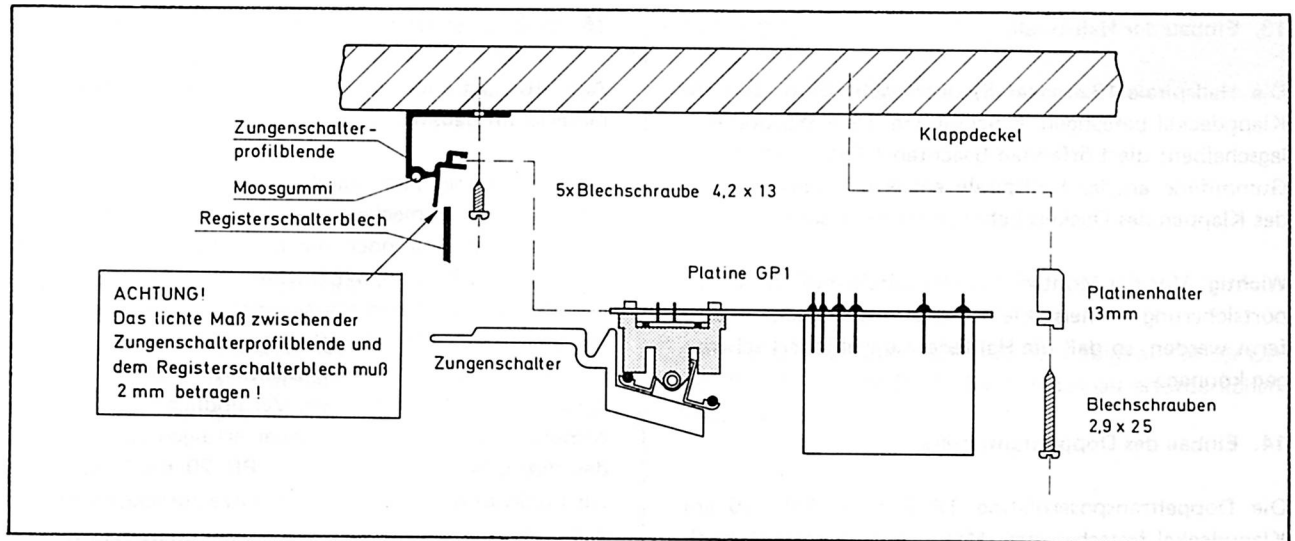

Abb. 45: Einbau der Zungenschalterblende und der Festregister
Diese und die folgenden Arbeiten betreffen den oberen Klappdeckel der HELIOS. Zunächst muß die Zungenschalterblende (BP 4) nach Abb. 45 montiert werden, vorher müssen Sie jedoch noch 5 Löcher von je 5 mm Ø in den langen Schenkel der Blende bohren. Zwei Löcher etwa 5 cm von jedem Ende, eines genau in der Mitte und zwei jeweils in der Mitte zwischen den dann bereits vorhandenen.
Drücken Sie dann die im BP 4 gelieferte Moosgummi-schnur in die gerundete Rille (Abb. 45). Ziehen Sie dabei
die Schnur nicht in die Länge, sie würde wieder schrumpfen ! Schneiden Sie die überstehenden Schnurenden an beiden Seiten bündig mit der Profilblende ab. Montage nach Abb. 45 mit 5 Blechschrauben 4,2 x 13 (aus BP 5).
Setzen Sie die Festregisterplatinen GP 1 nach Abb. 45 und 46 ein. Vorderkante in die Nut der Profilblende bis zum Anschlag an den Metallgehäusen der Zungenschalter, am hinteren Ende mit 3 (UM) bzw. 4 (OM) 13 mm-Platinenhaltern und Blechschrauben 2,9 x 25 (BP 7) befestigen. Prüfen Sie durch probeweises Herunterklappen des